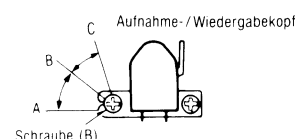

Fig. 3
Schraube (B) in Fig. 3 auf maximalen Ausgangspegel des linken und rechten Kanals abgleichen.
3. Durch Drehen der in Fig. 3 gezeigten Schraube (B) die Winkel A und C (Punkte, wo Spitzenausgangspegel für den linken und rechten Kanal erreicht werden) ermitteln. Anschließend den Winkel B zwischen dem Winkel A und C ermitteln, d.h. den Punkt, wo die Ausgangspegel des linken und rechten Kanals ausbalanciert (ausgeglichen) sind. (Siehe Fig. 3 und 4.)
- 8kHz-Signal des Testbandes (QZZCFM) wiedergeben. Schraube (B), wie in Fig. 3 gezeigt, so einstellen, so daß Zeiger von zwei Röhrevoltmeter auf Maximum ausschlagen und am Oszillographen eine Wellenform wie in Fig. 6 erreicht wird.